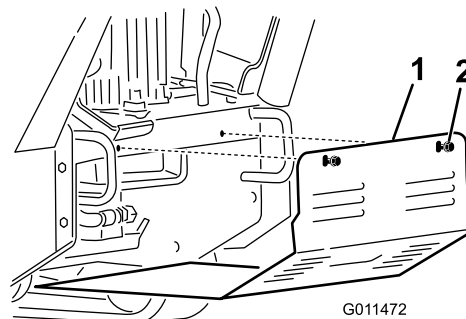

Figura 27
2. Afloje secuencialmente los 2 pernos que sujetan el protector inferior hasta que el deflector quede libre (Figura 27).
2. Coloque el protector inferior en la máquina de manera que descansa sobre las 4 pestañas (Figura 27).